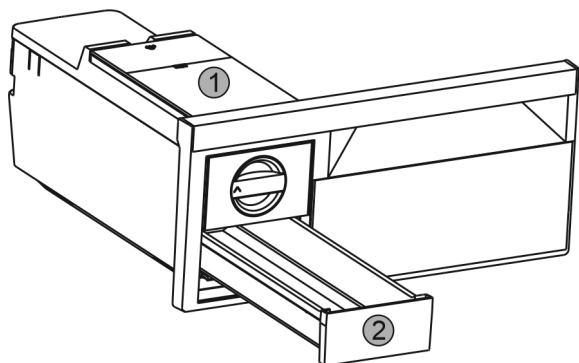

Fig. 29
- ▶ Vyměňte nádržku na vodu Fig. 29 (1) a zásuvku na kostky ledu Fig. 29 (2).